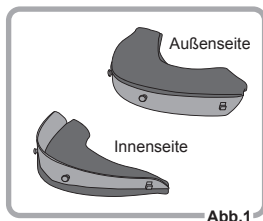

Abb.1
1. Überprüfen Sie die Seiten (Innen- und Außenseite) anhand Abb. 1.